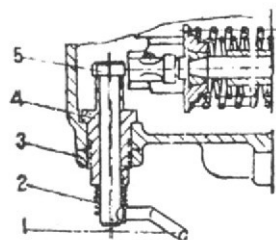

Fig. 13
2. Girar a bucha excêntrica através de um ângulo para fazer o ajuste. Girar no sentido horário se a descompressão for muito baixa, girar no sentido anti-horário se a descompressão for muito alta (Fig.13).